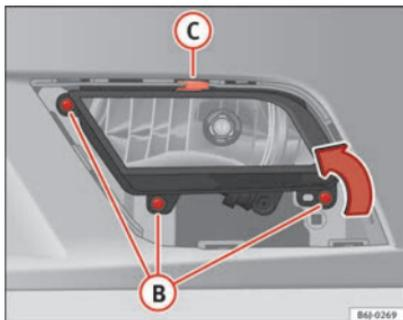

Abb. 171 Nebelscheinwerfer
- Entfernen Sie die Schrauben (3x) ⇒ Abb. 171 (B), um den Nebelscheinwerfer herauszunehmen.
- Ziehen Sie die Metallklammer an der Oberseite des Nebelscheinwerfers zur Außenseite des Fahrzeuges ab ⇒ Abb. 171 (C).